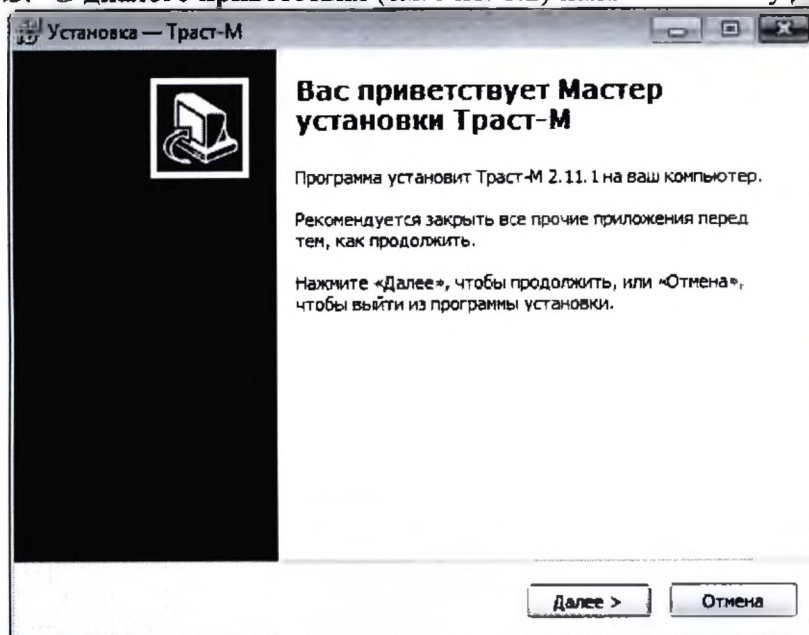

Рис. 1.2. Окно приветствия инсталлятора программы
7.7.3. В диалоге приветствия (см. Рис. 1.2) нажмите кнопку **Далее>**.